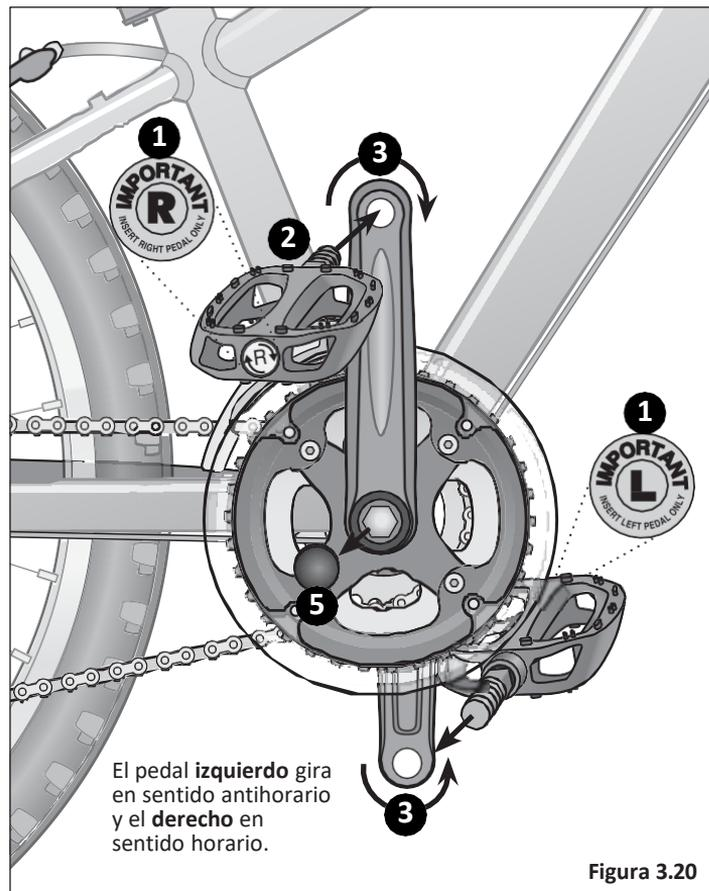

Figura 3.20
- 1 Haga coincidir el pedal marcado con una R con el brazo derecho de la biela y haga coincidir el pedal marcado con una L con el brazo izquierdo de la biela. **Figura 3.20**